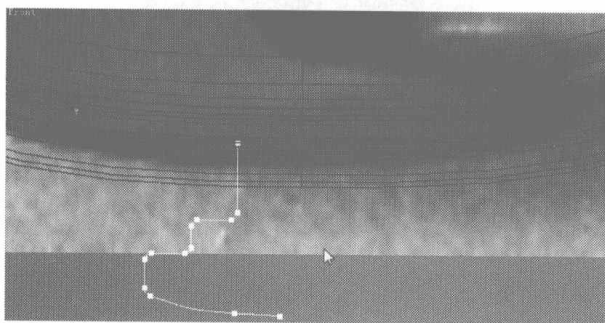
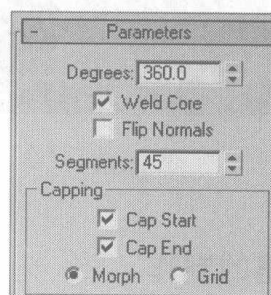
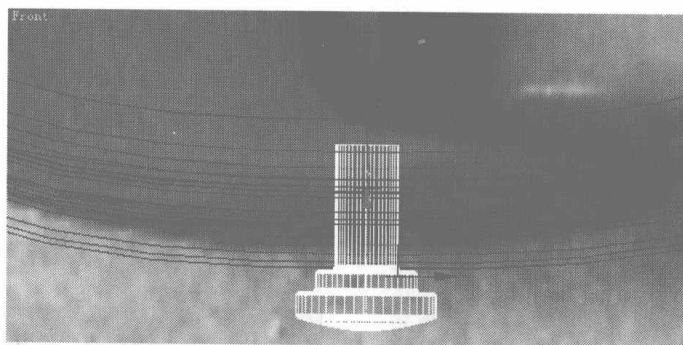

图 5.381
图 5.382
图 5.383
- 03 调整模型上的点到如图 5.381 所示的位置。选择曲线模型，在  修改面板的下拉菜单中选择 **Lathe** 选项，在 **Parameters** 卷展栏中设置如图 5.382 所示参数，模型显示如图 5.383 所示。